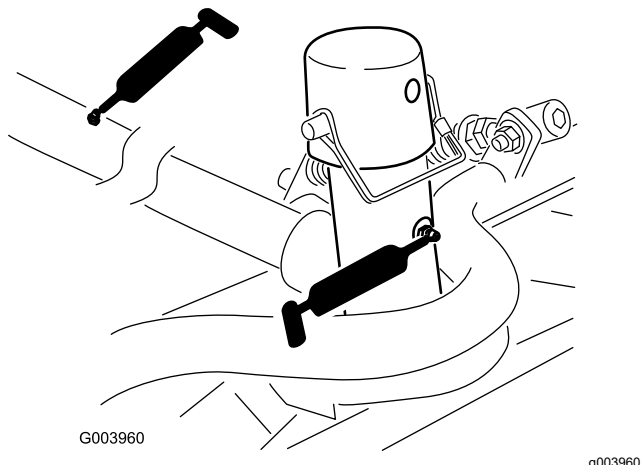

Figure 72
- Bâti porteur d'unité de coupe et pivot (x 2) (Figure 72)